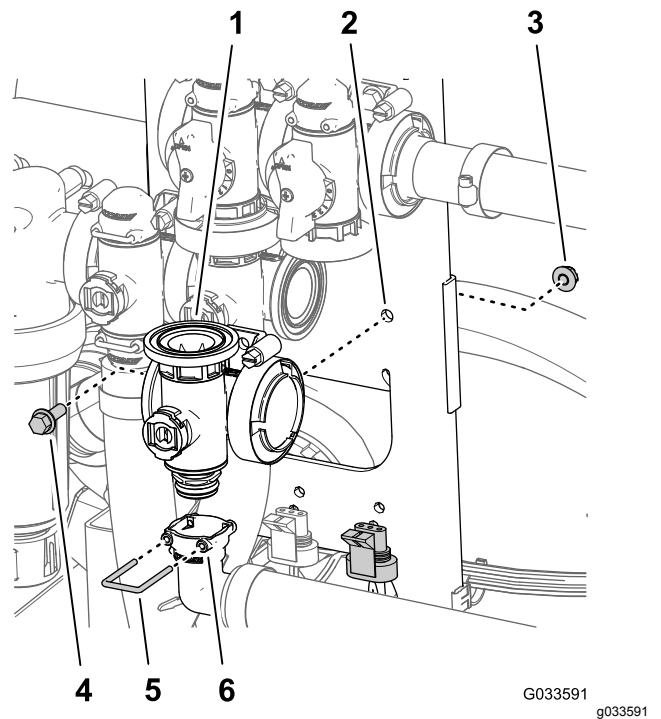

Bild 103
- Entfernen Sie den Halter, mit dem das 90°-Auslaufanschlusstück an der Verteilerkupplung für das Hauptauslegerventil befestigt ist (Bild 103).
- Entfernen Sie die Bundkopfschraube ($\frac{1}{4}$ " x $\frac{3}{4}$ ") und die Sicherungsbundmutter ($\frac{1}{4}$ "), mit denen das Hauptauslegerventil an der Ventilbefestigung befestigt ist, und entfernen Sie den Ventilverteiler von der Maschine (Bild 103).